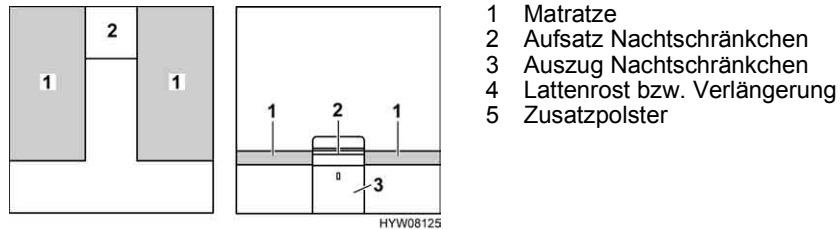

Bild 113 Vor dem Umbau
- Aufsatz des Nachtschränkchens (Bild 113,2) entfernen und beiseite stellen.